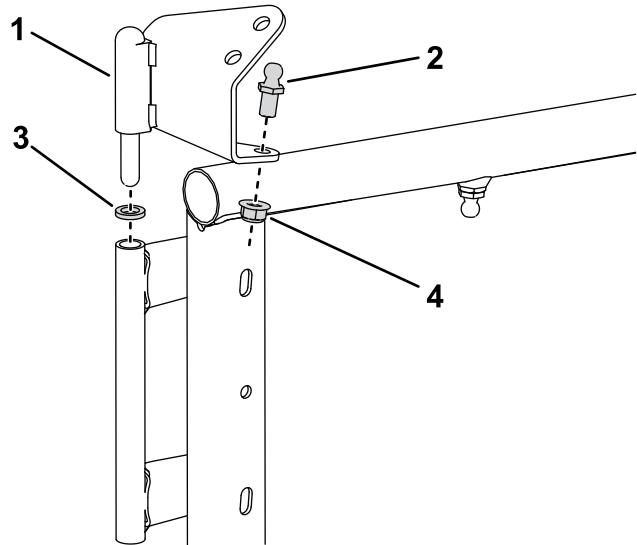

Bild 4
3. Montieren Sie einen Bolzen am linken oberen Scharnier wie in Bild 4 dargestellt; ziehen sie ihn mit 10 bis 12 N·m an.
4. Montieren Sie das linke obere Scharnier und ein Distanzstück am oberen Ende des Zapfens wie in Bild 4 dargestellt.